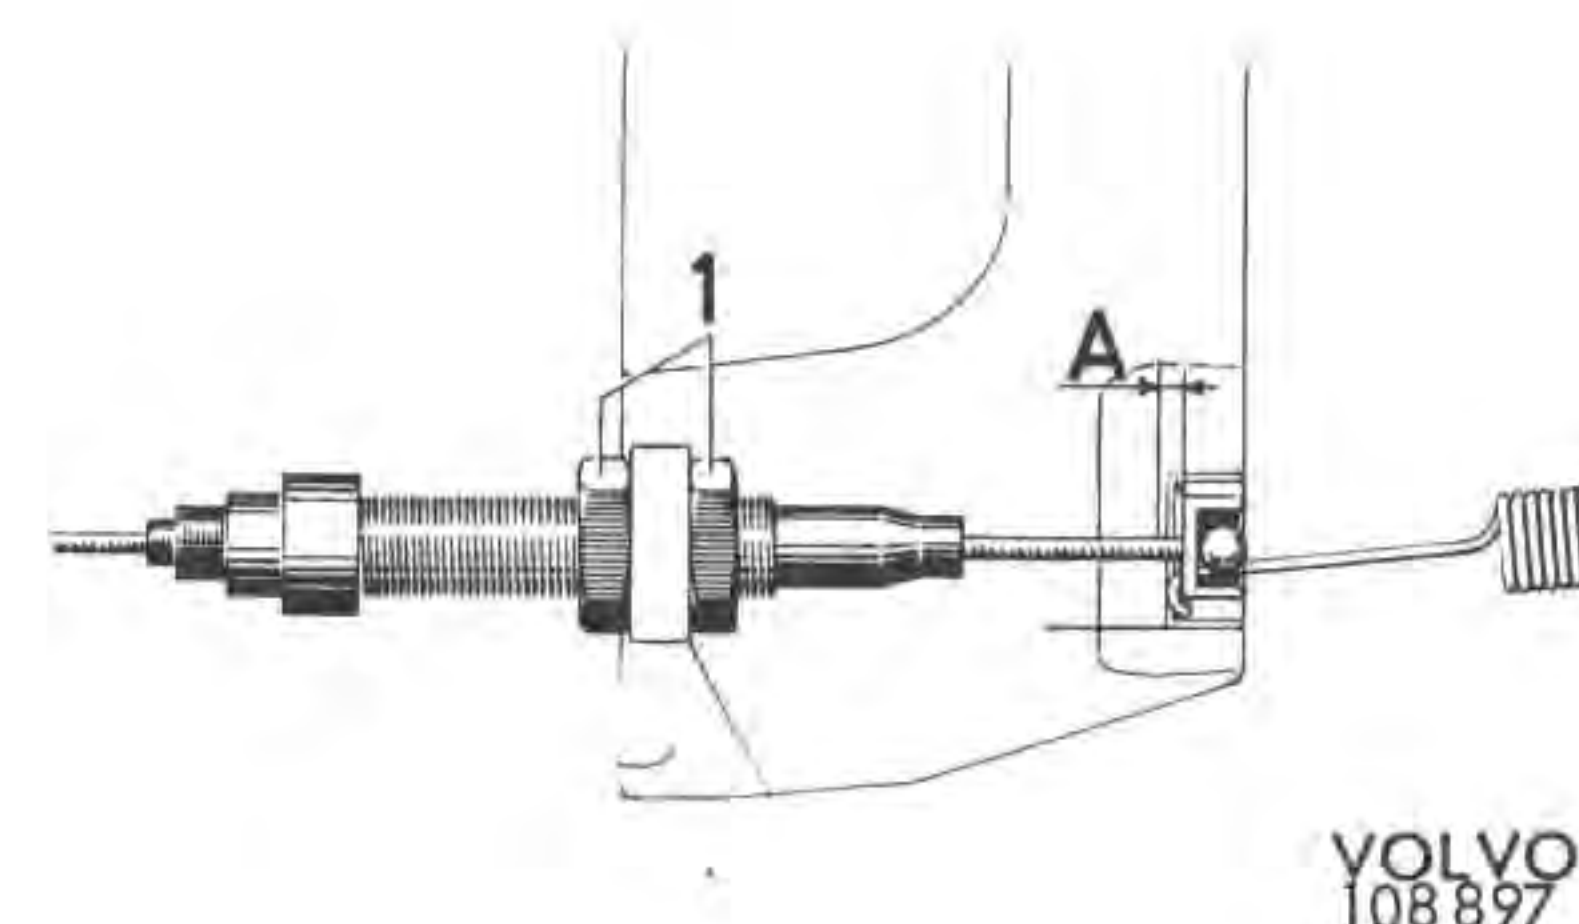

Bild 17. Justering av kopplingsspel, 140
7. **B 20:** Montera kopplingsvajern i svänghjulskåpan och hävarmen alt. montera kopplingscylindern. Montera retur fjädern och justera kopplingsspelet, se bild 17.
4. Montera avgasrörets klamma, kopplingsvajern och retur fjädern. Justera kopplingsspelet enligt bild 17.